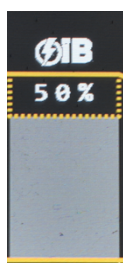

Fig. 7
- Ensuite, le système de freinage de la bobine de fil doit être réglé, si nécessaire, avec la vis de fixation (2- fig.7). Le mouvement de rotation de la bobine de fil doit s'arrêter en même temps que le moteur.
Vous pouvez régler un niveau de puissance (Fig.7) entre 10% et 200% de la puissance principale. Pendant le soudage, vous pouvez appuyer rapidement sur la gâchette de la torche et la machine émettra ce niveau de puissance.